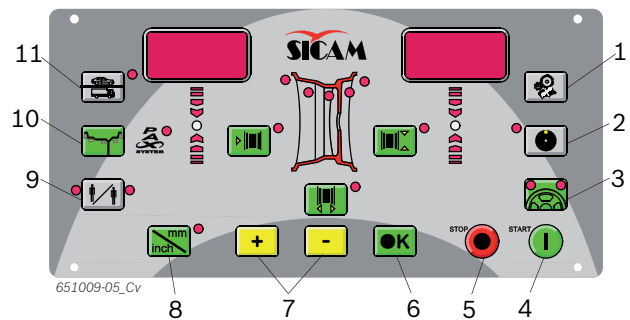

Fig. 5: Tasten Bedienfeld/Anzeigefeld
2. Die vorhandene Anzahl der Speichen mit den Tasten <-> oder <+> (Fig. 5, Pos. 7) eingeben.